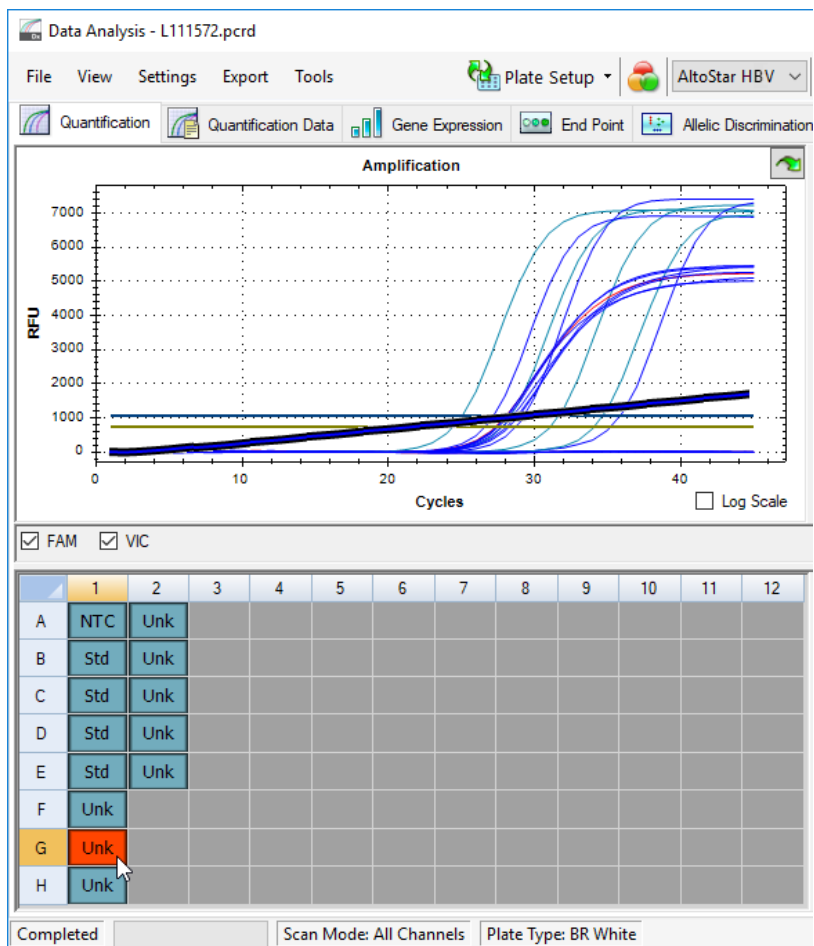

Figura 35: Ventana Data Analysis (análisis de datos): señal de PCR irregular
2. Identifique pocillos con señales de PCR irregulares (aumento de señal lineal, picos de señal, etc.) en cualquiera de los canales de detección FAM™ (HBV objetivo) y VIC™ [Internal Control (control interno)] (consulte la Figura 35).